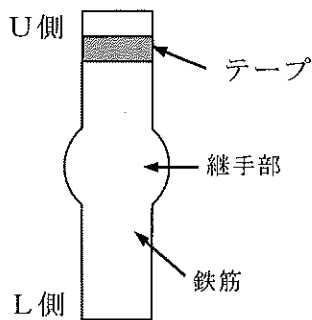
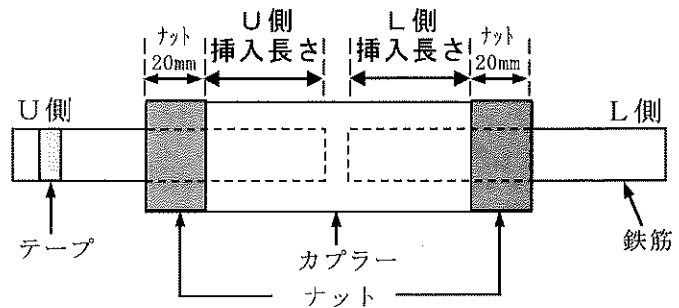

図1 圧接継手及び溶接継手試験体
図2 機械式継手試験体
- (1) 受験票、筆記用具、超音波探傷機一式、接触媒質、電卓以外は全て机の下に置くこと。
- (2) 試験体は、試験開始まで収納箱から出さないこと。
- (3) 電源は、超音波探傷器のバッテリーに限る。
- (4) 試験体には、筆記用具などで線や字を書き込まないこと。なお、磁石は基準線として利用してもよい。
- (5) 圧接継手は JIS Z 3062、溶接継手は JIS Z 3063 により探傷すること。機械式継手は JIS Z 3063 により鉄筋の挿入長さを測定すること。
- (6) 試験体は図1及び図2のとおり、テープを巻いてある方をU側、反対側をL側とする。
- (7) 圧接継手・溶接継手の試験体は、U側・L側の両方又は一方から探傷した上で合否を判定し、実技試験解答用紙の判定欄にある「合格／不合格」のいずれかを○で囲むこと。また、合否判定に必要な基準レベルを記入すること。
- (8) 機械式継手の試験体は、図2のとおり、U側・L側のカプラーへの鉄筋の挿入長さを、解答欄に整数で記入すること。
- (9) 使用した試験体は、接触媒質を十分に拭き取って元の箱に収納すること。
- (10) 終了後、受験場所を清掃し、私物を持って外観検査実技試験に移動すること。